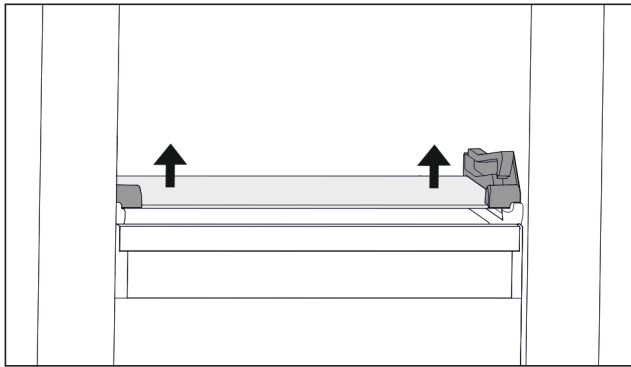

Fig. 66 Ripiano in vetro del cassetto ribaltabile
- ▶ Premere il ripiano in vetro dal basso verso l'alto su entrambi i lati. (vedere Fig. 66)